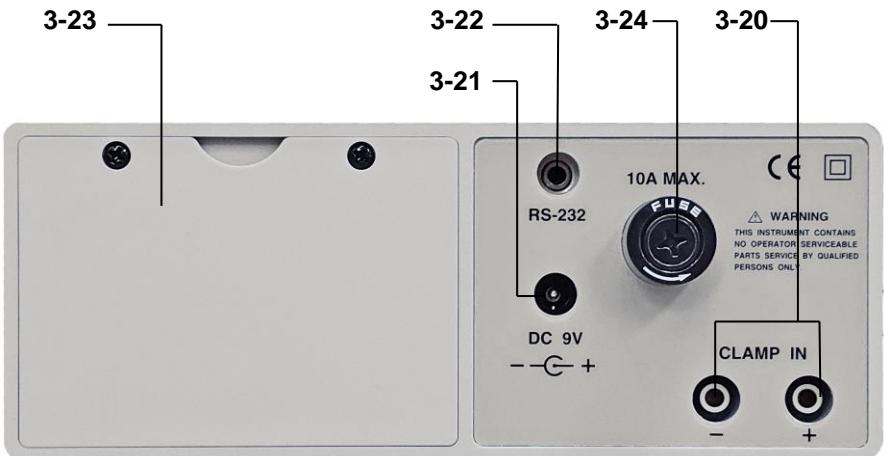

Abb.1
- 1) Stellen Sie den Ein-/Aus-Schalter (3–2, Abb. 1) auf „Ein“. Ein = 1, Aus = 0
- 2) Drücken Sie den „AC V/A/WATT“-Schalter (3 – 3, Abb. 1).
- 3) Stellen Sie den „Current In“- Schalter (3 – 6, Abb. 1) auf „DIRECT“.
- 4) Verbinden Sie kein Kabel mit den Eingangs-Klemmen. Zeigt die Watt-Anzeige nicht Null an, drücken Sie einmal auf den „Whr-Zero“-Knopf (3 – 8, Abb. 1)
Die LCD-Anzeige (3 – 1, Abb. 1) zeigt gleichzeitig die Leistung, die Spannung, die Stromstärke und den PF (Leistungsfaktor) an.
- 8) Drücken Sie während der Leistungsmessung die $\cos\phi/PF/Hz$ -Taste (3 – 9, Abb. 1). Dadurch wird statt des PF-Wertes der Netzfrequenz-Wert angezeigt.
Alle Messvorgänge entsprechen den oben unter „7.1. AC-Watt/V/A/PF/Hz-Messung“ beschriebenen Abläufen. Durch zusätzliches einmaliges Drücken der „WATT/VA/Whr“-Taste (3 – 7, Abb. 1) werden gleichzeitig VA-, Spannung-, Stromstärke- und Hz-Werte angezeigt.
Alle Messvorgänge entsprechen den oben unter „7 – 1 AC-Watt/V/A/PF/Hz-Messung“ beschriebenen Abläufen. Durch zusätzliches zweimaliges Drücken der „WATT/V/A/Whr“-Taste (3 – 7, Abb. 1) wird der Whr-Wert zusammen mit der abgelaufenen Zeit angezeigt.
- * Drücken Sie „Whr Zero“-Taste (3 – 8, Abb.1), um einen Reset (Nullstellung) der Whr-Messung durchzuführen und eine neue Messung zu beginnen.
- 1) Schalten Sie den Ein-/Aus-Schalter (3 – 2, Abb. 1) auf „Ein“. Ein = 1, Aus = 0
- 3) Stellen Sie den „Current In“-Schalter (3 – 6, Abb. 1) auf „DIRECT“.
- a. Verbinden Sie das rote Testkabel mit der Eingangsbuchse „V/Ohm“ (3 – 17, Abb. 1) und das schwarze Testkabel mit der Eingangsbuchse „COM“ (3 – 18, Abb. 1).
- a. Verbinden Sie das rote Testkabel mit der Eingangsbuchse „10 A“ (3 – 19, Abb. 1) und das schwarze Testkabel mit der Eingangsbuchse „COM“ (3 – 18, Abb. 1).
- 2) Drücken Sie den „DC V/A“-Schalter (3 – 4, Abb. 1).